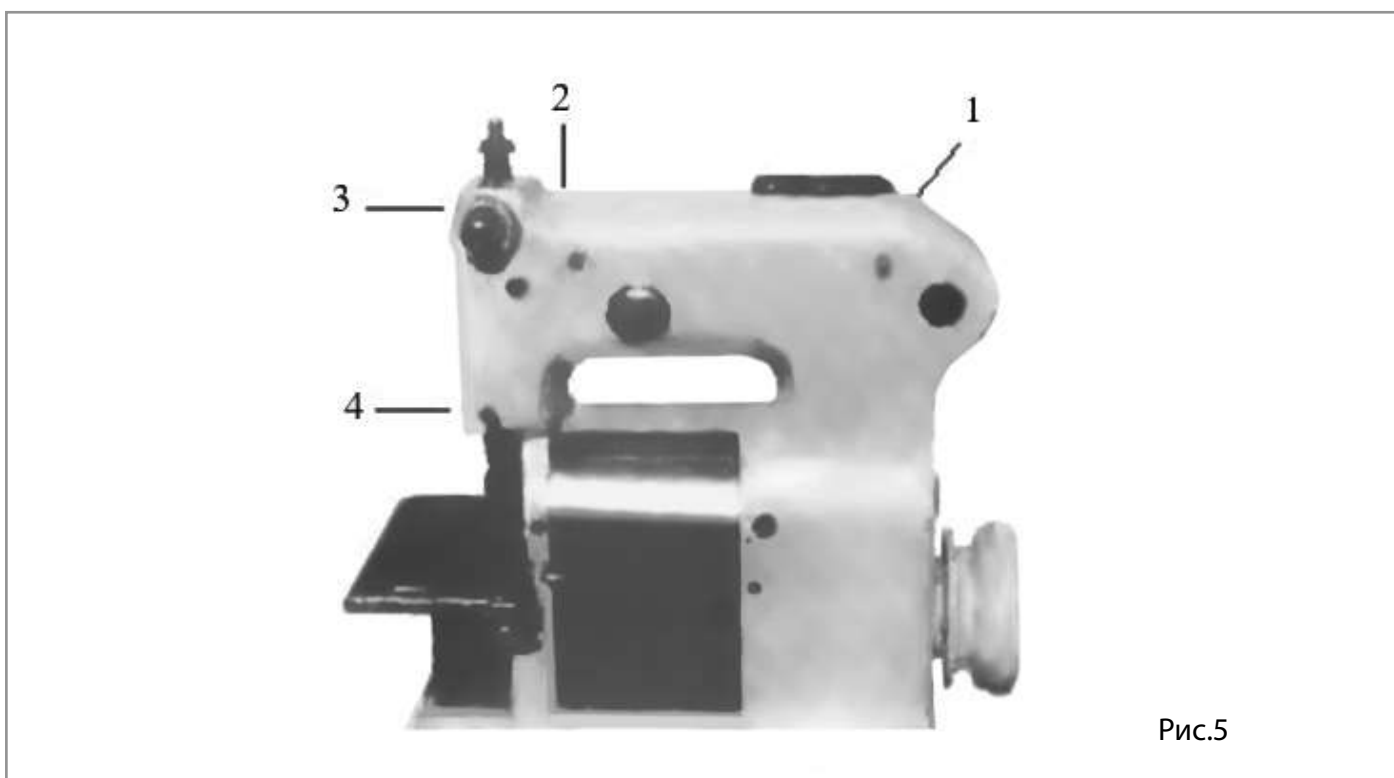

Рис.5
Вытяните нить с бобины, заправьте в нитенаправитель (1) , крючок (2) , между тарелочками механизма нитенатяжения (3), и нитенаправитель (4) и затем вденьте нить в ушко иглы по направлению от себя (см. рис.5).